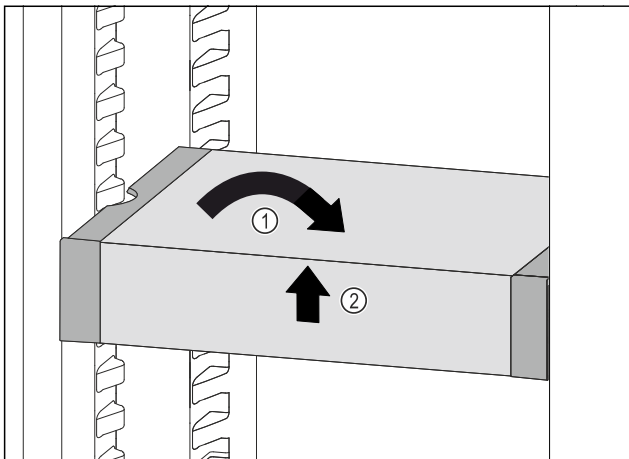

Fig. 134
- ▶ Вирівняти VarioSafe. Fig. 134 (1)
- ▶ Підняти VarioSafe спереду. Fig. 134 (2)